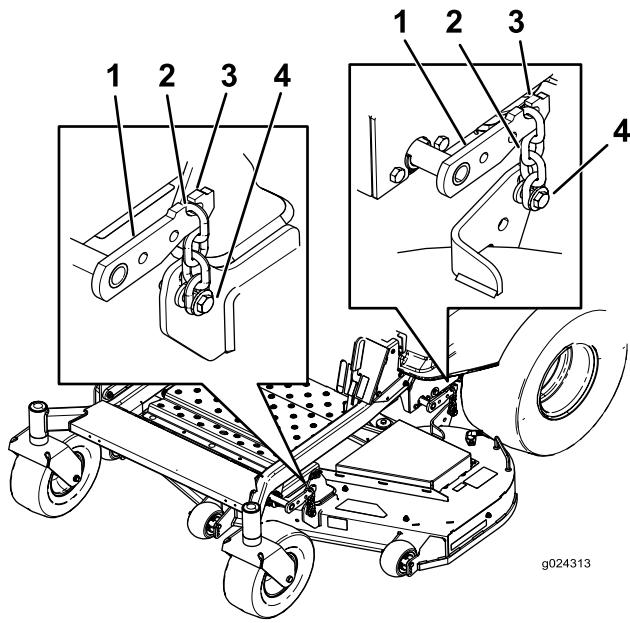

Figura 76
5. Allentate i dadi di regolazione in tutti e 4 gli angoli facendo in modo che il piatto di taglio poggi saldamente su tutti e 4 i blocchi (Figura 76).
6. Verificate che vi sia tensione in tutte e 4 le catene (Figura 76).
7. Serrate i 4 bulloni di regolazione (Figura 76).